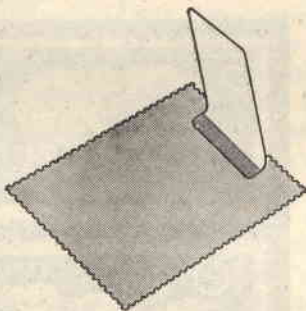

Fig. 3
3) rovesciare la linguella verso il basso, piegandola sotto la linea che delimita il fondo della dentellatura (fig. 3);